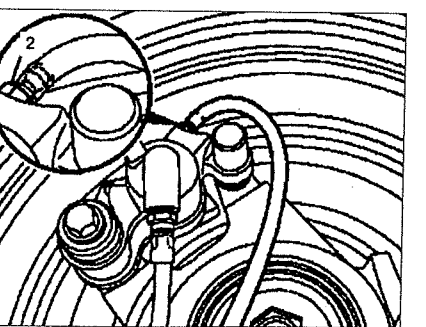

Рис. 1.39. Присоедините сливной шланг к тормозному суппорту.
7. Присоедините сливной шланг **2** к тормозному суппорту (см. рис. 1.39).